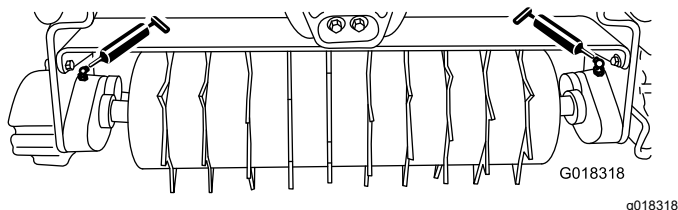

図 7
各スパイカユニットにはグリスフィッティングが2つあります図 7 から、15 運転時間ごとに #2 リチウムグリスを注入してください。ハンドガンを使って手作業でグリスアップするのがベストです。
2. グリスフィッティング 図 7 の周囲をウェスできれいに拭く。